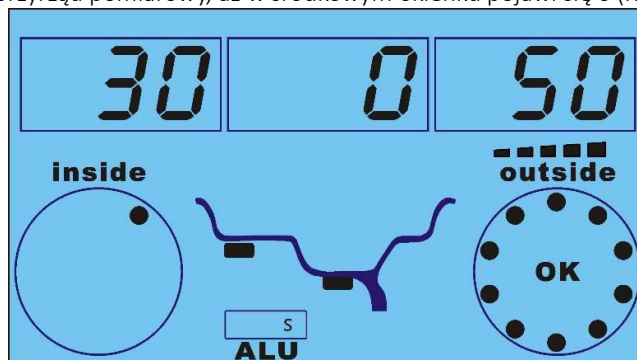

Rys. 12
- Przygotuj odpowiedni ciężarek, odklej folię zabezpieczającą Rys. 12, umieść ciężarek na ramieniu pomiarowym zgodnie z Rys. 13.
- Przygotuj odpowiedni ciężarek, odklej folię zabezpieczającą Rys. 12, umieść ciężarek na ramieniu pomiarowym jak pokazano na Rys. 13.